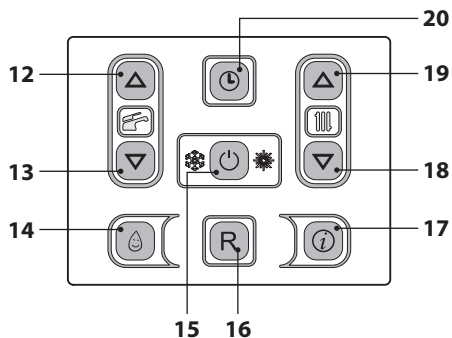
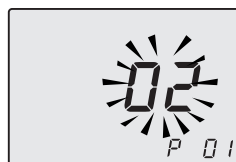
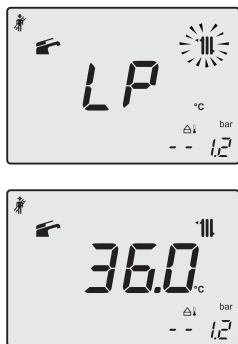
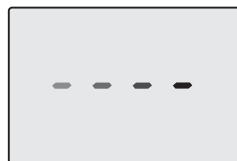

Figura 7.2
Figura 7.3
Figura 7.8
Figura 7.9
- Entrare in "modalità programmazione" premendo contemporaneamente per 10 secondi i tasti 15 - 18 - 19 (Figura 7.2) fino a far apparire sul display LCD le lettere **P01** e il valore del parametro, indicanti l'entrata nel "parametro 01" (Figura 7.3).
- Premere contemporaneamente i tasti 18 e 19 (Figura 7.2) per entrare nella funzione
- Premere il tasto 19 (Figura 7.2) per entrare in modalità "spazzacamino alla potenza minima in riscaldamento". Sul display appare **hP** alternato alla temperatura dello scambiatore primario (Figura 7.5).
- Utilizzare i tasti 18 o 19 (Figura 7.2) fino a portarsi allo stato **dP** (spazzacamino attivo in massimo sanitario) sul display appare **dP** alternato alla temperatura dello scambiatore primario caldaia (Figura 7.7).
- Premere il tasto 18 (Figura 7.2) fino a portarsi allo stato **LP** (spazzacamino attivo in minimo sanitario) sul display appare **LP** alternato alla temperatura dello scambiatore primario caldaia. (Figura 7.8).
- Spegnerla caldaia tenendo premuto per 2 secondi il tasto 15 (Figura 7.2) fino a far apparire sul display LCD il simbolo **---** (Figura 7.9).